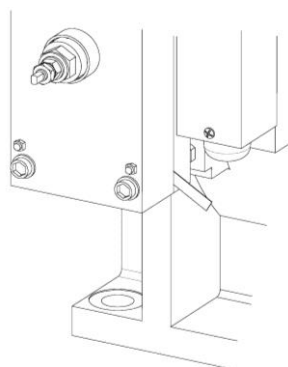
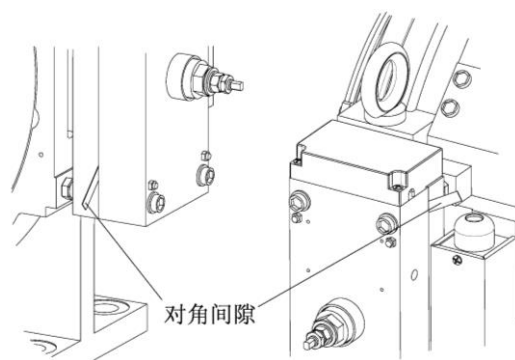

图 27 对角间隙
图 28 余下对角间隙
5. 制动器一个角的气隙调整完成，然后按照上述 1-4 的步骤调整另外三个角的气隙，先调整对角气隙见 P20 图 27，然后调整余下两个角的气隙见 P20 图 28；